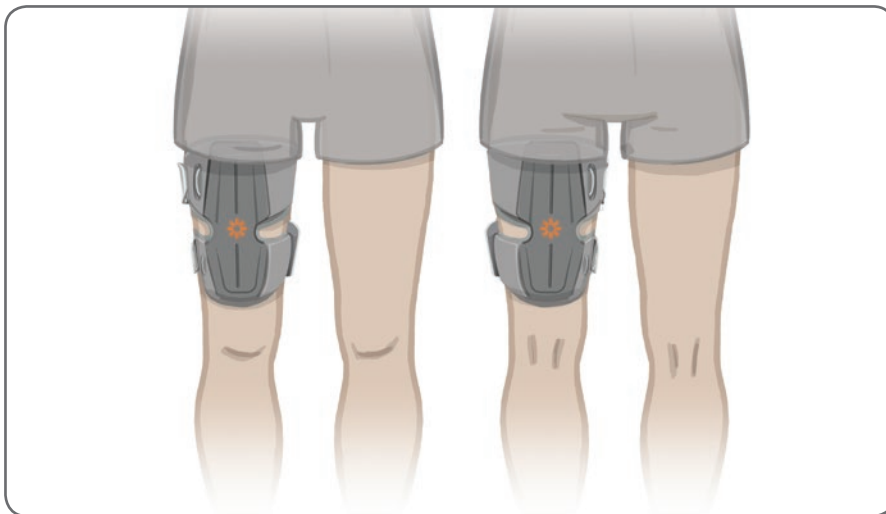

Ilustración 6-16: Posición correcta de la banda de EF del muslo (izquierda) en posición de ajuste en el cuádriceps y (derecha) en posición de ajuste femoral
4. Centre el puente en el muslo. Consulte la ilustración 6-16.
5. Abroche las correas insertando la hebilla en el enganche sujeto a los paneles de la banda de EF del muslo. Consulte la ilustración 6-16. Si fuera necesario, tense la correa ajustando los lazos de la correa.